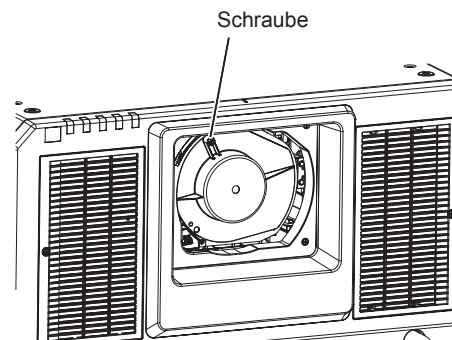

Abb. 3
- 4) **Befestigen Sie die Objektivöffnungsabdeckung. (Abb. 3)**